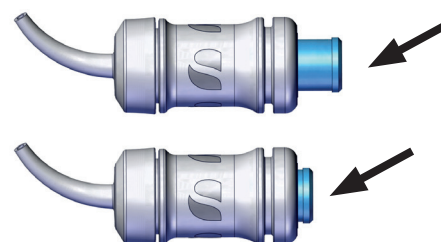

Fig. 4
- ⇒ Åbn apparatets dæksel (3).
- ⇒ Aktivér kapslen ved at trykke stødstangen ind (Fig. 4).
- ⇒ Sæt kapslen i kapselholderen (2).
- ⇒ Tryk på start-tasten (1).